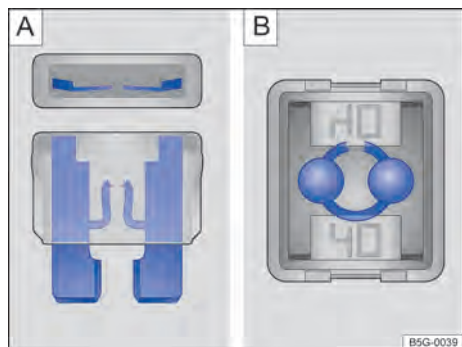

Fig. 161
- Un *fusible plano* (ATO®, MINI®) averiado es reconocido desde arriba o desde el costado por la carcasa transparente en las bandas metálicas de retención → fig. 161 A).
- Un *fusible de bloqueo* (JCASE®) averiado es reconocido por las bandas metálicas por encima de la carcasa transparente → fig. 161 B).